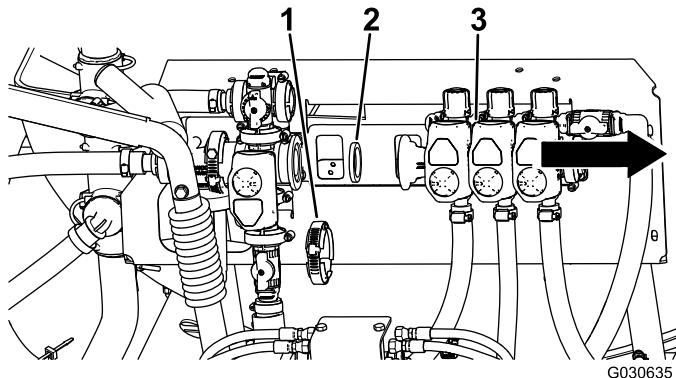

図5
4. ブームバルブアセンブリを、攪拌バルブから注意深く取り外す図5。
5. バルブボディについている既存のガスケットを外す(図5)。